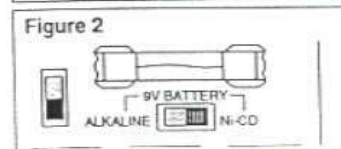

Figure 2
3. Régler l'interrupteur de pile sur la position Cadmium-Nickel ou alcaline selon le type de pile mise en place. Voir la figure 2.